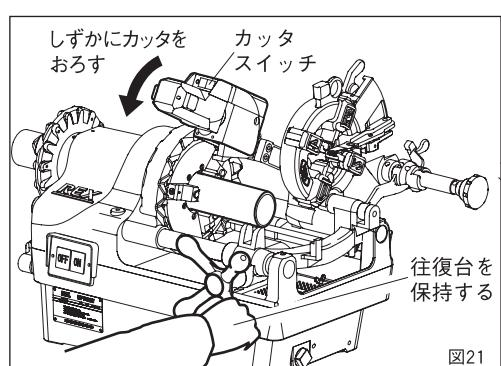

図21
- ③ パイプが回転をはじめたらカッタのスイッチをONにして、カッタをしづかにパイプにのせてください。切れ目が入り安定するまで往復台は保持しておきます。(図21)